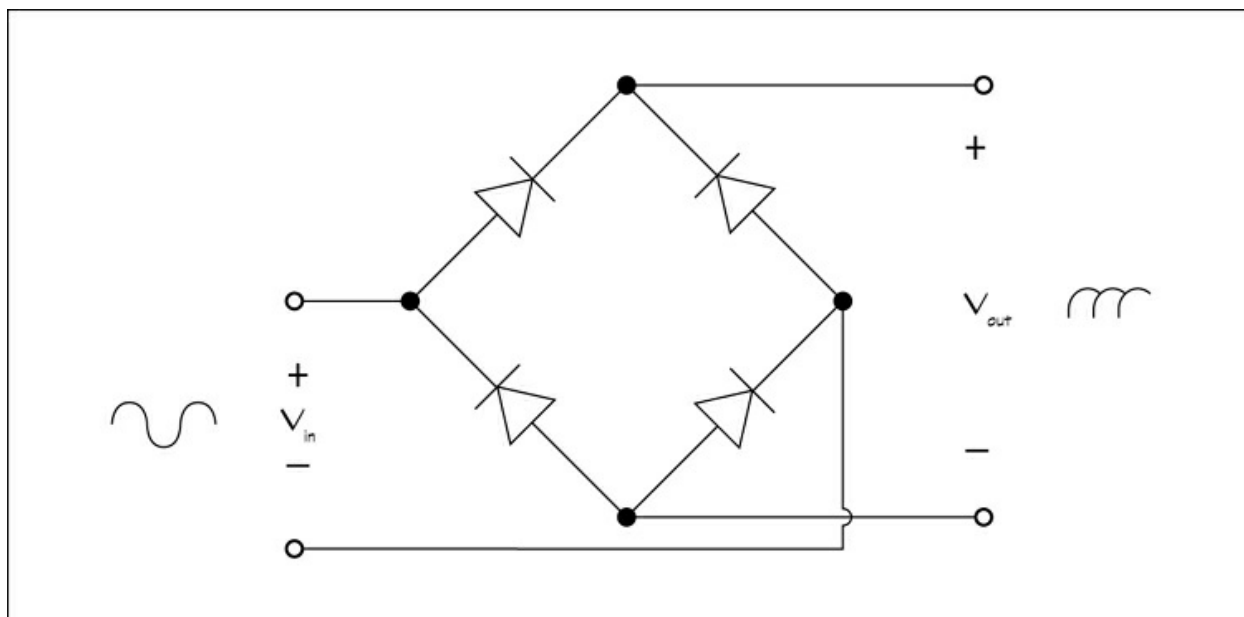

Figura 6.7 In un rettificatore a ponte, quattro diodi trasformano una corrente alternata in una corrente continua variabile.
- ✓ **Rettificazione a doppia semionda:** disponendo quattro diodi in un circuito chiamato *rettificatore a ponte*, si possono convertire sia gli “alti” sia i “bassi” di una tensione in corrente alternata in soli “alti” (come indicato nella Figura 6.7). Questo processo, chiamato *rettificazione a doppia semionda*, è la prima fase della circuitazione di un *alimentatore lineare*, che converte l'alimentazione da corrente alternata a corrente continua.